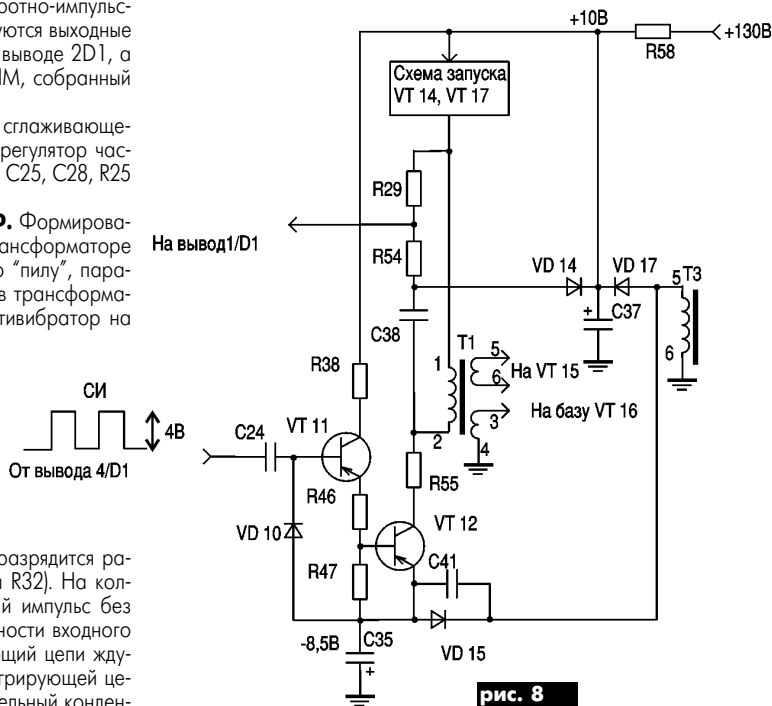

рис. 8
**Предоконечный каскад преобразователя (рис.8)** обеспечивает усиление сигнала микросхемы по мощности для управления выходными каскадами преобразователя.